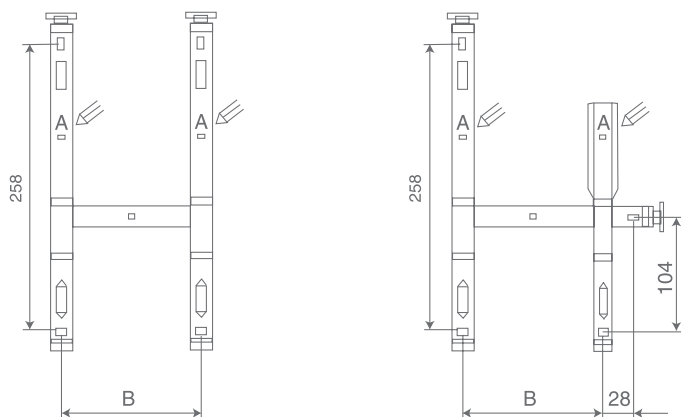

рис. 4
- поставить кронштейн на пол у стены и отметить положение установочных отверстий А (см. рис. 4).